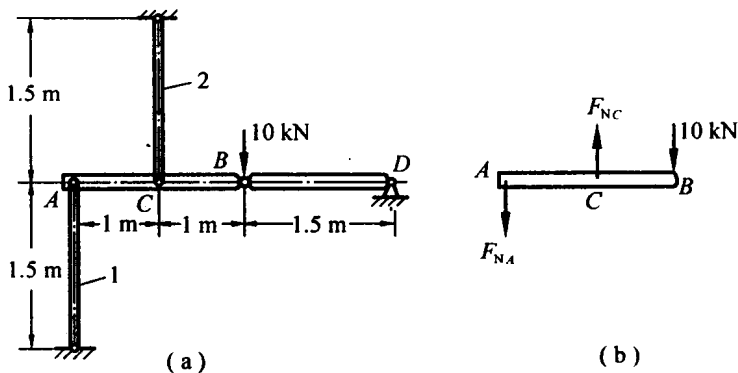

图 2-5
2.5 在图 2-5(a) 所示结构中,1,2 两杆的横截面直径分别为 10 mm 和 20 mm,试求两杆内的应力。设两根横梁皆为刚体。
解 选取 AB 杆为受力体,其受力如图 2-5(b) 所示,由平衡条件 $\sum F_y = 0, F_{NA} + 10 = F_{NC}; \sum M_A = 0, 10 \times 2 - F_{NC} \times 1 = 0$,由前两式解得 $F_{NA} = 10 \text{ kN}, F_{NC} = 20 \text{ kN}$